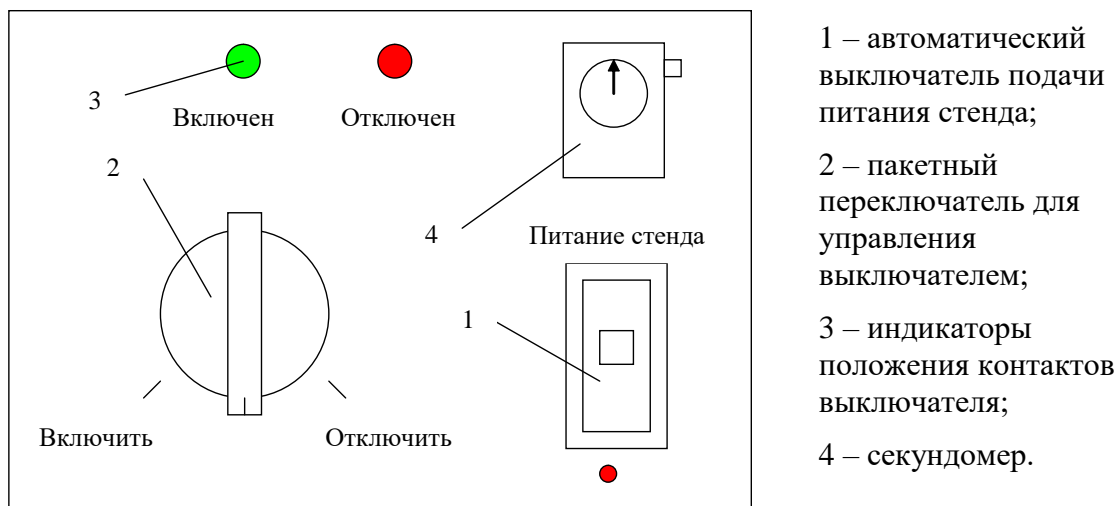

Рисунок 2.4 – Схематичное изображение лабораторной установки выключателя ВМП-10
- на лабораторной установке (рисунок 2.4 типового отчета) провести опыты включения и отключения выключателя ВМП-10 для чего: